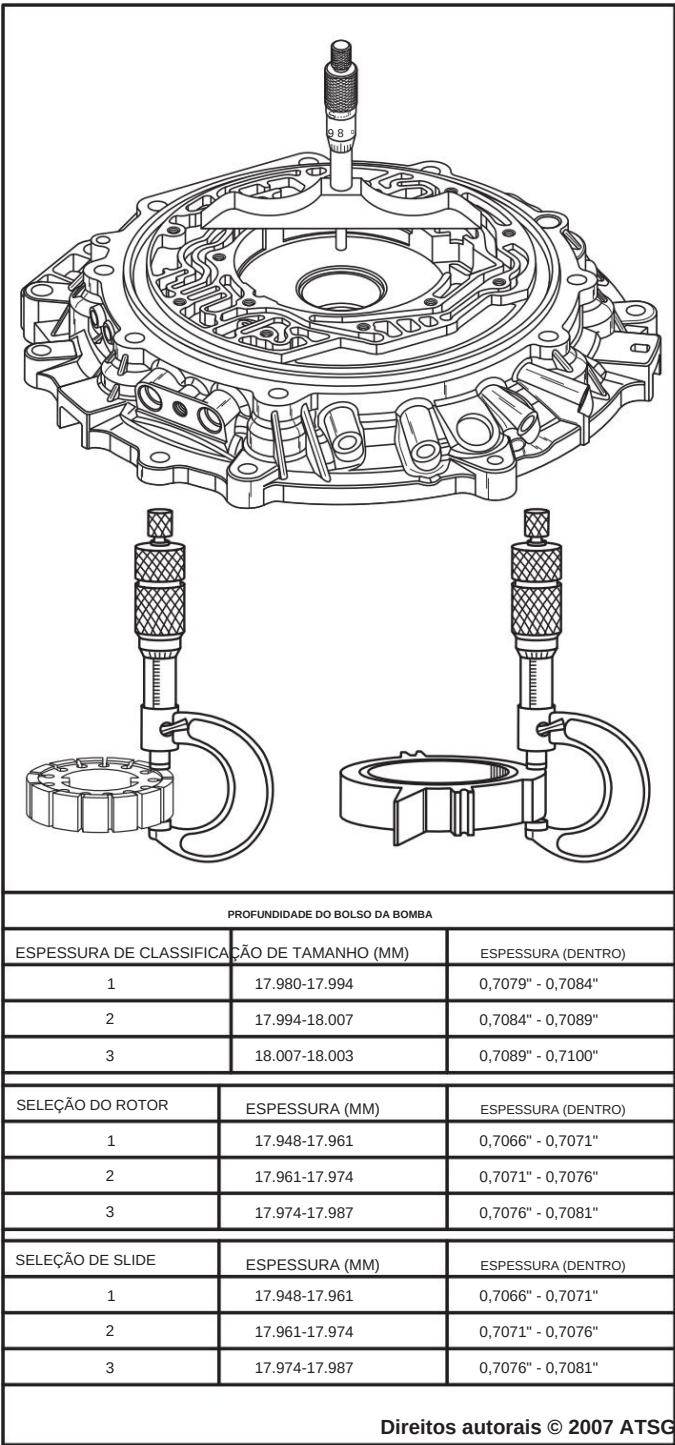

Figura 66
23. Se forem necessárias substituições, use a tabela na Figura 66 para fazer suas seleções com base na folga registrada e na espessura do cursor e do rotor atuais.